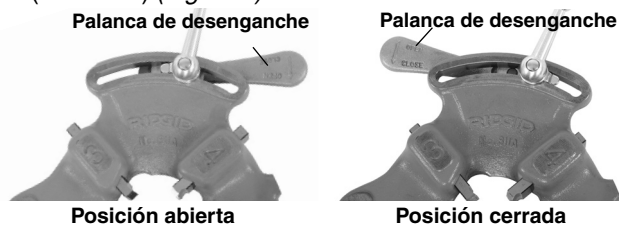

Figura 2 – Posición abierta y cerrada de la palanca
2. Coloque la palanca de desenganche en la posición OPEN (ABIERTA) (Figura 2).